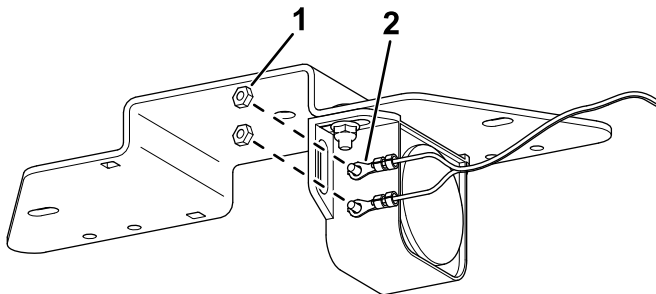

**Bild 1**
1. Befestigen Sie den Rückfahralarm mit den Schrauben und Muttern an der Befestigungshalterung (Bild 1).